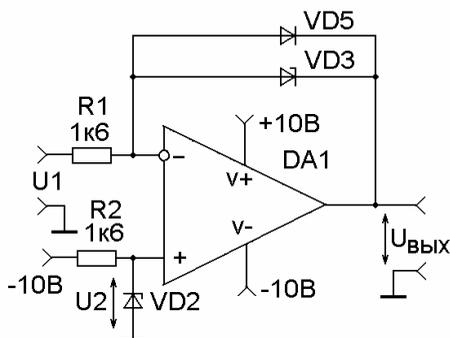

Рис. 10. Компаратор
6. Собрать и исследовать схему компаратора электрических сигналов, предназначенного для сравнения значений двух входных напряжений (рис. 10). Объяснить принцип работы схемы.